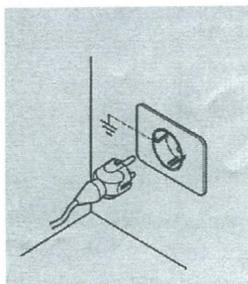

Рисунок 12.
- підключіть піч до розетки, яка заземлена (Рисунок 12);